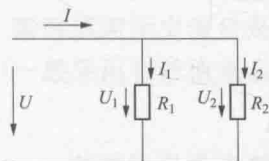

图 1-6 电阻并联示意图
(2) 电阻的并联 (见图 1-6)。把若干个电阻接于同一个节点上, 使它们承受相同的电压, 这种连接方式称为电阻的并联 (以两电阻串联为例)。